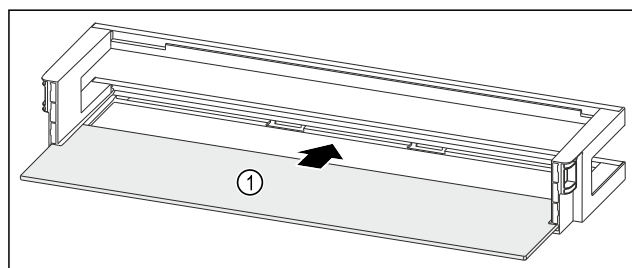

Fig. 238 Лотки на дверцятах з полицею
- Всуňte полицю Fig. 238 (1) в бокові пази.